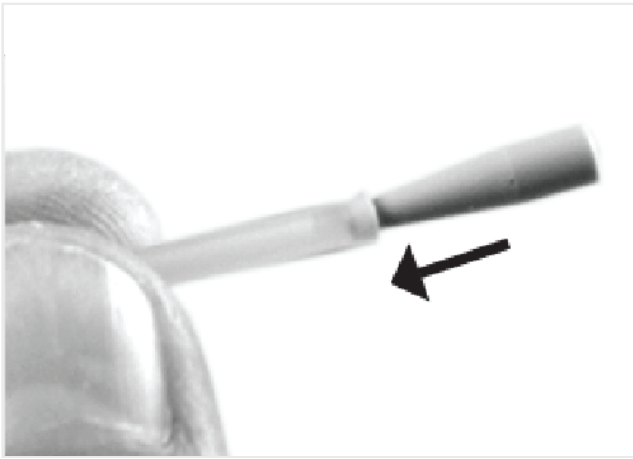
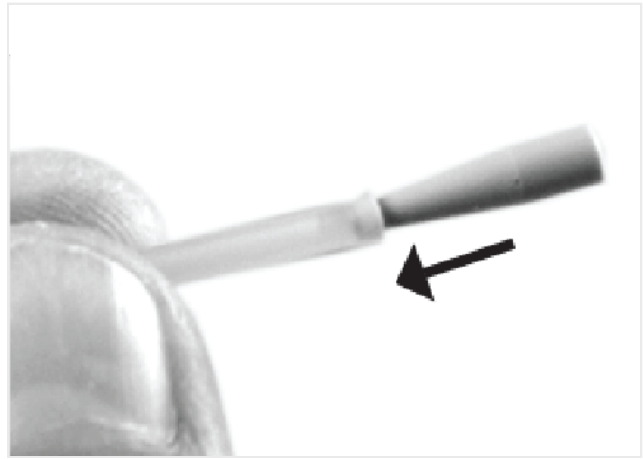

FIG. 6
FIG. 7
1. La pieza cónica suministrada puede ser útil para conectar el tubo de refrigeración al tubo de la unidad(FIG. 6 y FIG. 7).